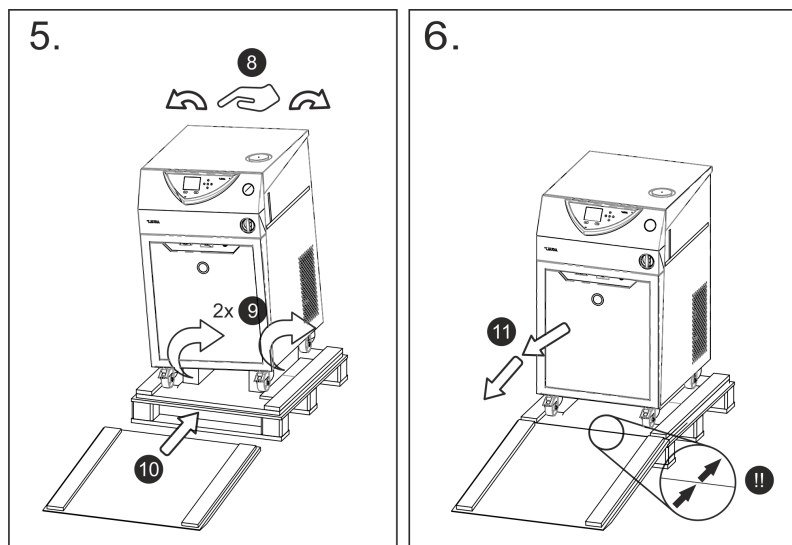

Fig. 4: Illustration des instructions de déballage pour le VC 5000
5. Retirer la mousse ⑥ qui recouvre l'appareil et les coins ⑦.
6. **Figure 4 :** L'appareil est déballé.